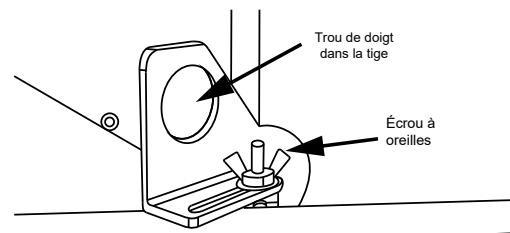

Figure 11.3
1. Desserrez l'écrou à oreilles (**Figure 11.3**).